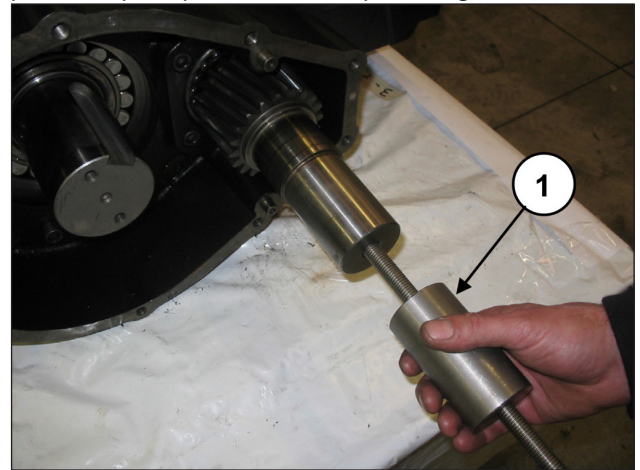

Fig. 14
Retire o pinhão, usando um extrator do mecanismo de percussão, para aplicar o furo M14 (pos. ①, Fig. 14).